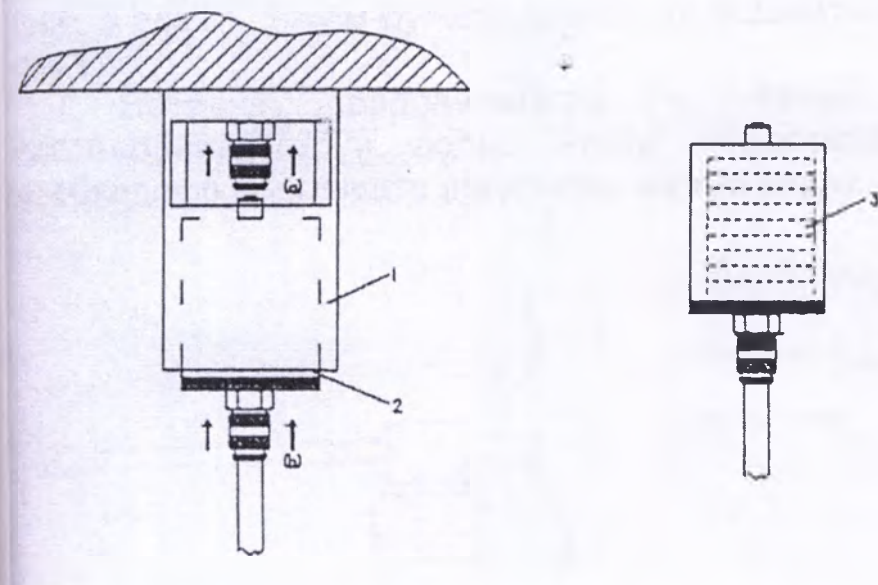

Рис. 4. Водный фильтр.
Инструмент для орошения теплой водой дополнительно оснащен водным фильтром (рис.1 поз. 5). Внутри металлического ящика (рис. 4 поз. 2) вставлен картридж для фильтра (мембрана, размер пор 0,2микром).
Для предотвращения охлаждения воды, металлический ящик подогревается системой подогрева (рис.4 поз. 1).
- Картридж (рис. 4 поз. 3)
- Металлического ящика (рис. 4 поз. 2)